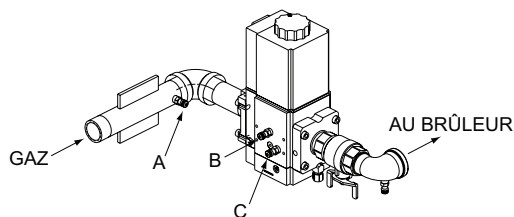

Figure 53. Emplacements de mesure de pression de gaz
2. Connectez un manomètre gradué de 12 po à un point de purge situé en amont, sur le tuyau d'alimentation en gaz de l'appareil (point de mesure "A", Figure 53).
3. Connectez un manomètre gradué de 24 po à un point de mesure de pression situé près du robinet d'arrêt, en aval de la vanne de gaz (point de mesure "C", 82, à la Figure 53).